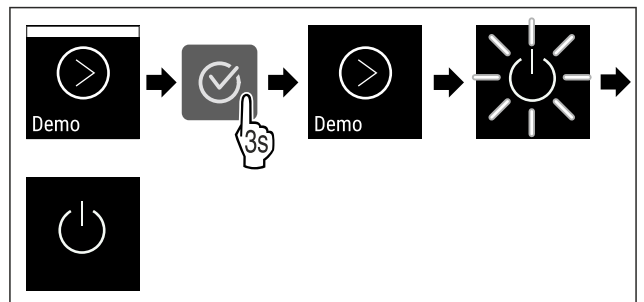

Fig. 111
- ▶ Handlungsschritte (siehe Fig. 111) durchführen.